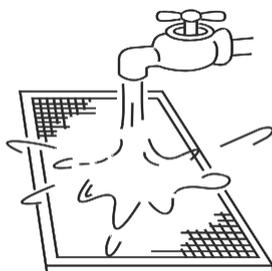

Fig. 5-14
- O ar interior deve dirigir-se para baixo quando utilizar água limpa. (Consulte a Fig. 5-14)